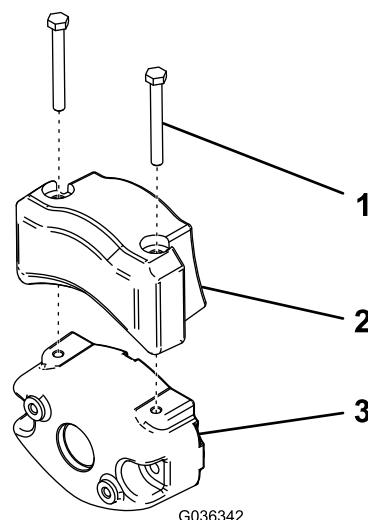

**Figura 50**
**Importante:** Cuando sea necesario inclinar la unidad de corte, apoye la parte trasera de la unidad de corte para asegurarse de que las tuercas de los tornillos de ajuste de la barra de asiento no estén apoyadas en la superficie de trabajo (Figura 50).